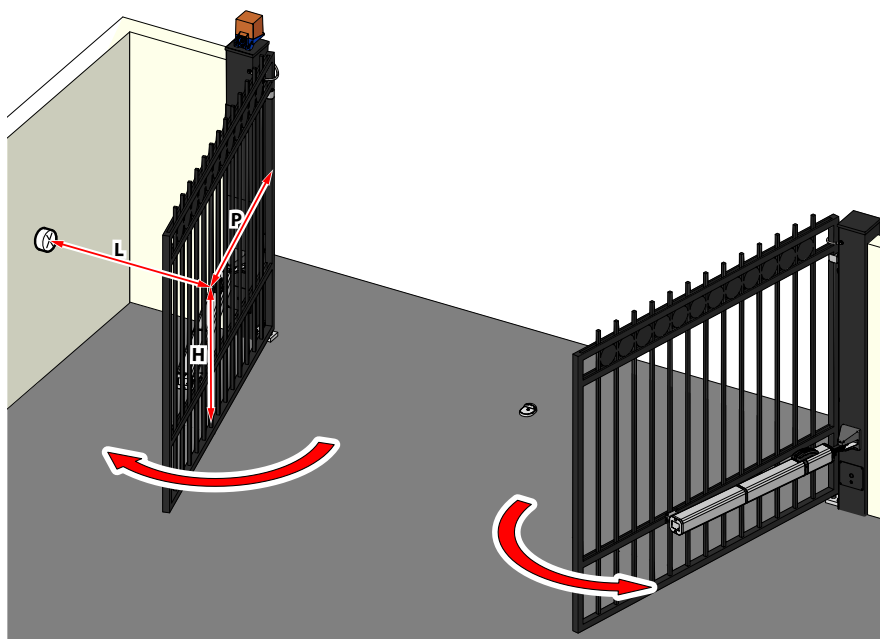

Fig. 2
- Ripetere la misura tre volte nel punto e considerare il valore medio. (Vedi Fig. 2)